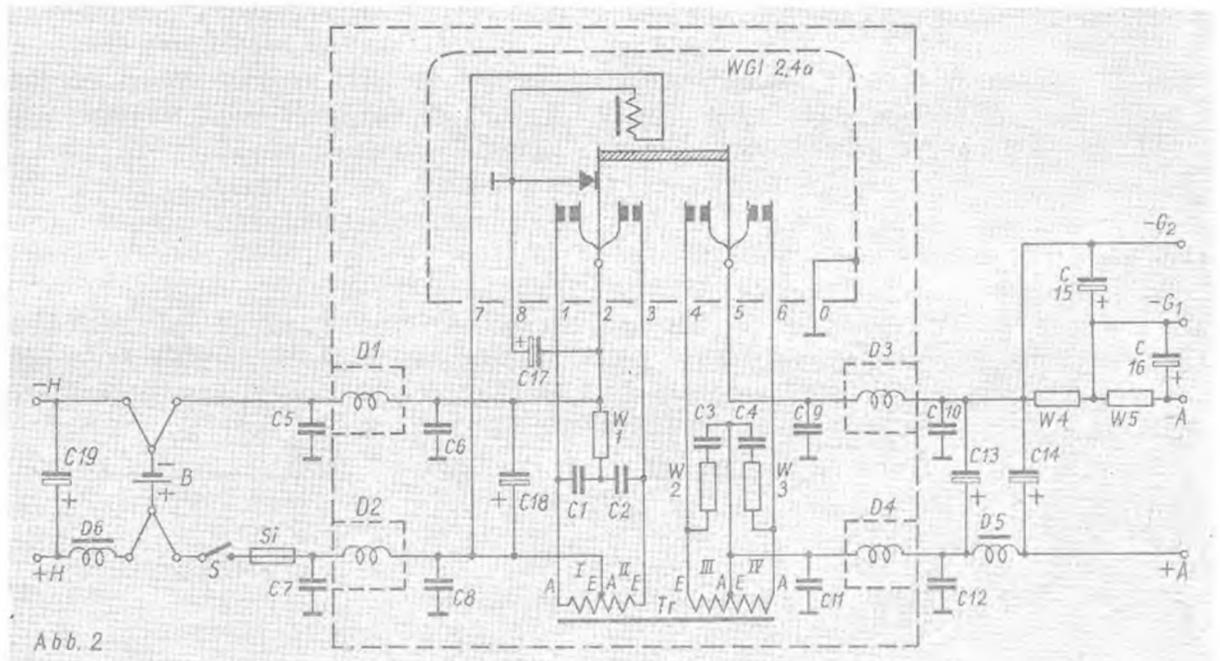
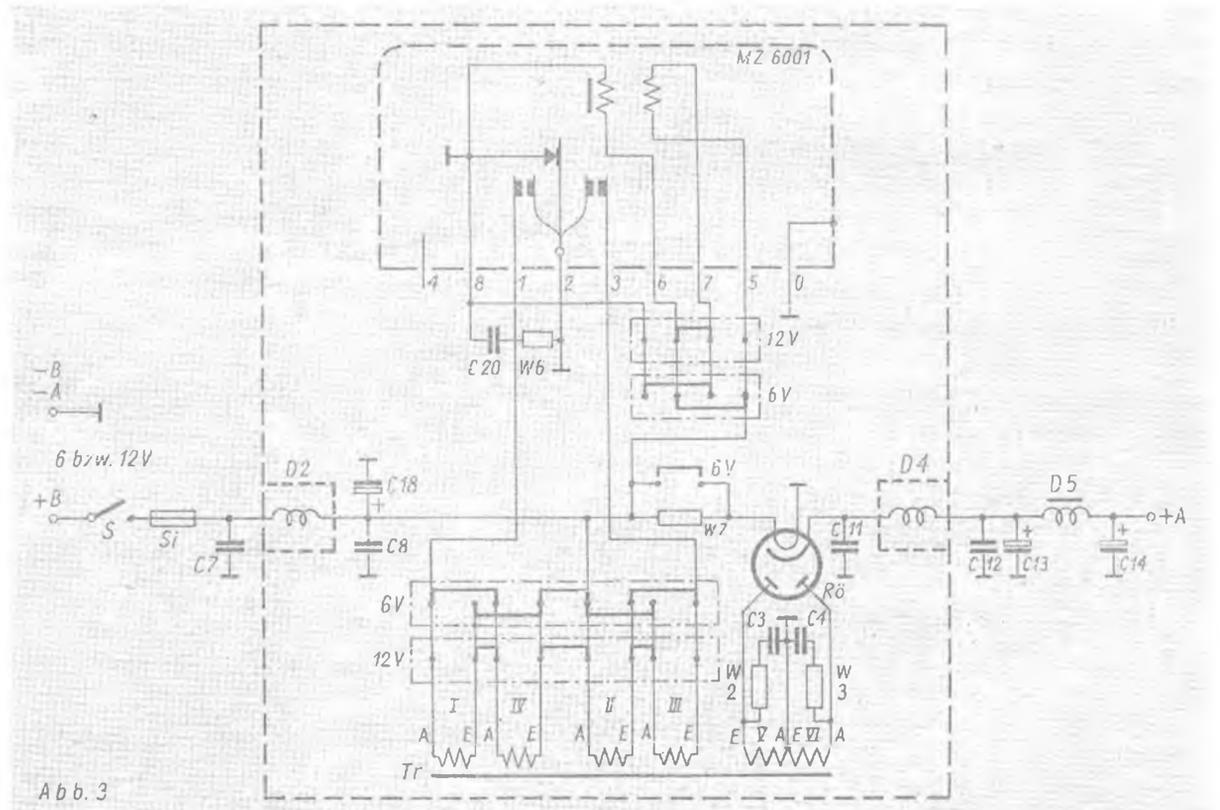

Abb. 2
Abb. 3
In Abb. 2 und 3 bringen wir zwei charakteristische Schaltbilder von Zerhackergeräten. In der ersten Schaltung ist der W Gl 2,4a verwendet, bei dem die Gleichrichtung über die eigenen Kontakte erfolgt. Das Gerät sei aus einem 2-Volt-Sammler gespeist, der gleichzeitig auch der Röhrenheizung, z. B. von direkt geheizten K-Röhren, dient. Für die Röhrenheizung ist deshalb eine Heizstromglättung vorgesehen. Außer der Anodenspannung liefert das Gerät zwei Gittervorspannungen. Abb. 3 zeigt eine Schaltung für den Zerhacker MZ 6001. Die Gleichrichtung wird in diesem Beispiel durch eine Zweiweggleichrichterröhre besorgt. Das Gerät ist umschaltbar und für den Anschluß an einen 6- bzw. 12-Volt-Akku geeignet. Der Empfänger sei mit indirekt geheizten E-Röhren bestückt. Dadurch erübrigt sich nicht nur die Heizstromglättung sondern auch die Gitterspannungsversorgung, da diese im Empfänger durch Katodenwiderstände erzeugt wird.
## Stückliste und Erläuterungen zu den Schaltbildern nach Abb. 2 und 3
- $C_{13}$ ... $C_{14}$  ca. 10  $\mu F$ /250 V (Abb. 2); ca. 10  $\mu F$ /400 V (Abb. 3).
- $C_{18}$  50...250  $\mu F$ /6 V (Abb. 2); 50...250  $\mu F$ /20 V (Abb. 3).
$Tr$  für Gerät nach Schaltung Abb. 2, das beispielsweise primär für 2 (2,4) Volt, sekundär für ca. 110 (135) Volt bei 15 mA ausgelegt sei:
$Tr$  für Gerät nach Schaltung Abb. 3, das beispielsweise primär für 6 (12) Volt, sekundär für ca. 250 V bei 20 mA ausgelegt sei:
Bei den Schaltungen der Abb. 2 und 3, bei denen die Primär- und Sekundärwicklungen mit Mittelanzapfungen versehen sind, wird an jede Wicklungshälfte die volle Batteriespannung gelegt. Die errechneten Windungszahlen gelten infolgedessen jeweils für eine Wicklungshälfte und sind primär- und sekundärseitig zu verdoppeln.
Achse starr verbunden und auf dem ein Handrad angebracht ist, rollen drei Kugellager-Kugeln. Durch den Feintrieb werden sie in Bewegung gesetzt und wälzen sich dabei in einem stabil befestigten Gehäuse um die Achse des Feintriebes. Notgedrungen muß diese Bewegung der Käfig mitmachen und damit auch das Rundfunkeinzeltel. Wir haben in diesem Falle eine richtiggehende Untersetzung vor uns. Der Fachmann spricht bei einer derartigen Anordnung von einem Planetengetriebe. Abb. 2 stellt den vergrößerten Quer-
schnitt durch Abb. 1 an der Stelle des Kugelumlaufes dar. Die drei Kugeln scheinen tatsächlich wie Planeten um die Sonne (Feinstellachse) zu kreisen. Um die Theorie dieses Kugeltriebes zu verstehen, gehen wir von der obersten Kugel der Abb. 2 zum Beispiel aus, wenn wir die Untersetzung
aus einem uns zugängigen Kugellager stammen, einen Trieb zusammenstellen. Bei geschickter Anordnung läßt sich dieser Schnell-Feintrieb mit einer Skala zusammenbauen. Damit der Knopf nicht zu weit aus dem Apparat steht, kann man ihn durch eine größere Bohrung im Paneelbrett etwas versenken. Aus dem Zusammenstellungsbild Abb. 3 lassen sich alle 12 Teile leicht erkennen. Die anzutreibende Achse hat einen Durchmesser  $d$  von 6 mm. Sie muß allerdings stark gekürzt werden. Sollte zwischen der Anlage von Teil 5 und der Einzelteilplatte eine Befestigungsmutter stören, so braucht man nur den Gewindebolzen Teil 6 entsprechend länger zu wählen.